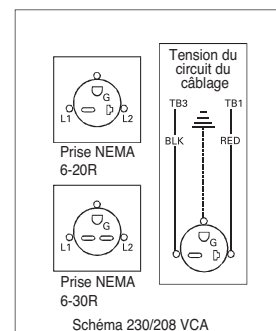

Figure 3
6. Retirez le couvercle de la boîte de jonction électrique et utilisez les serre-fils fournis pour effectuer le raccordement de l'alimentation électrique aux câbles de la prise de courant. Voir la Figure 3.